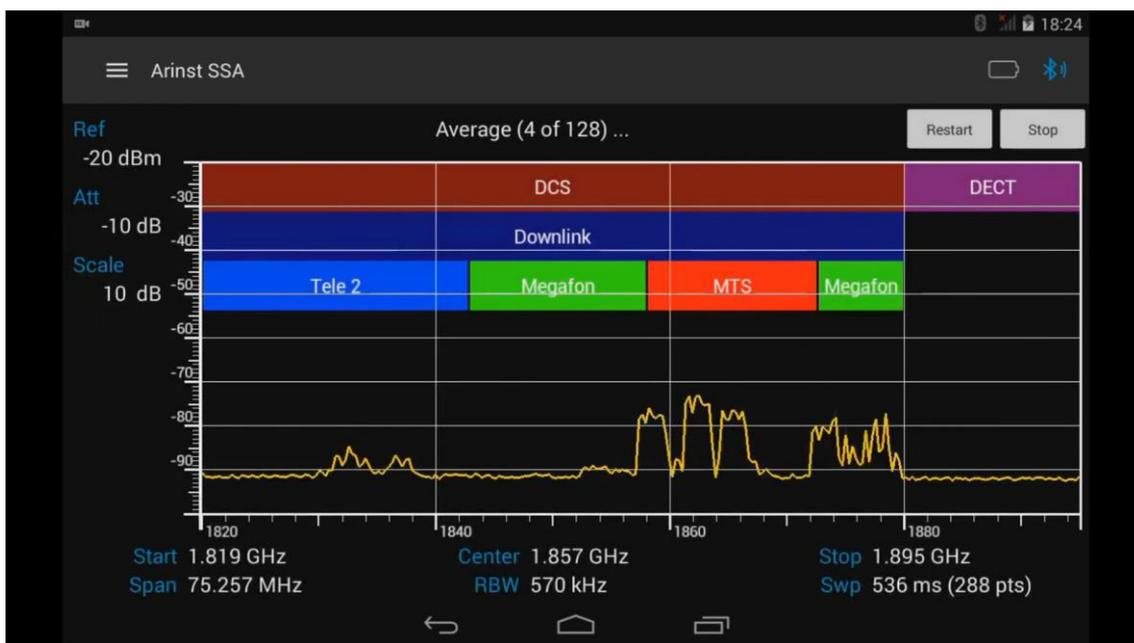

Рисунок 57 – График усредненного результата сканирования
8.9.6. Для перезапуска сканирования нажмите кнопку **Restart**, для остановки сканирования, нажмите кнопку **Stop**, в правом верхнем углу экрана планшета/смартфона, рисунок 57.